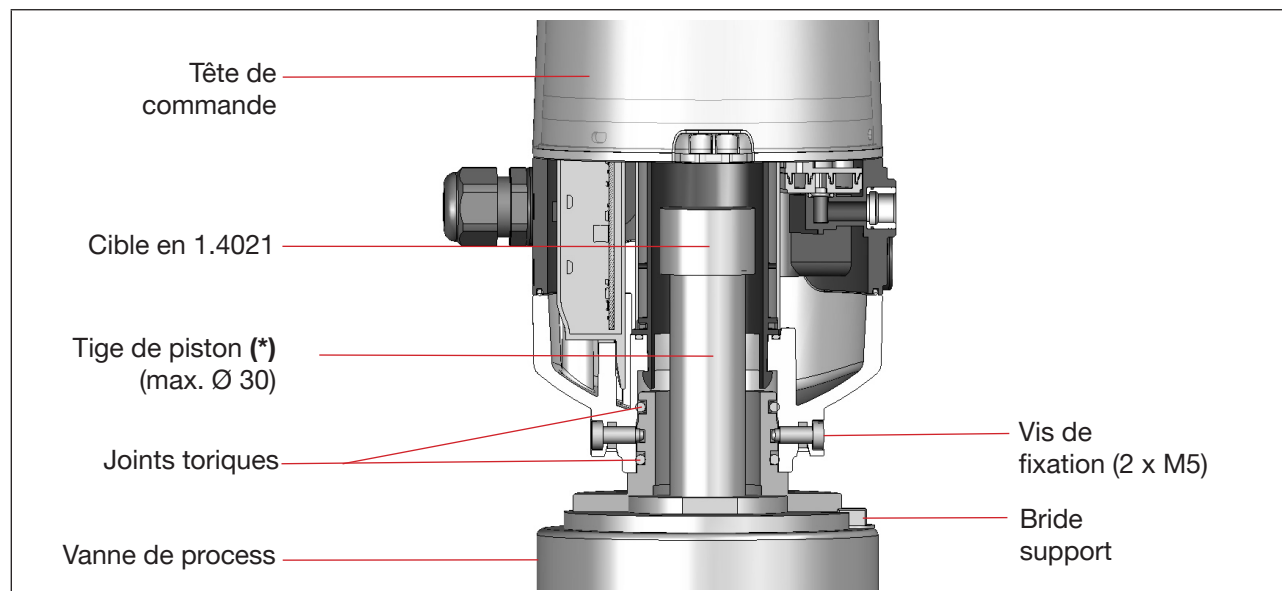

Fig. 10: Schéma de principe de l'adaptation tête de commande - vanne de process
- Fixer la bride support sur la vanne de process - voir « Fig. 10 ».
- Sécuriser la tête de commande contre le retrait de la bride support avec les deux vis de fixation (vis à embase M5) dans la rainure centrale de la bride support – couple de vissage : max. 3,2 Nm (voir « Fig. 10 » et « 7.2.3. Repositionnement de la tête de commande »).
- Desserrer légèrement les vis de fixation (vis à embase M5 - voir « Fig. 10 ») jusqu'à ce que la face inférieure de la tête de la vis affleure avec la surface du boîtier.